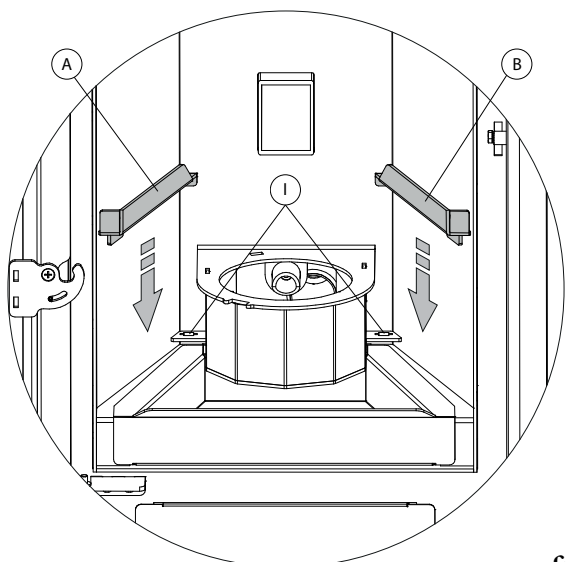
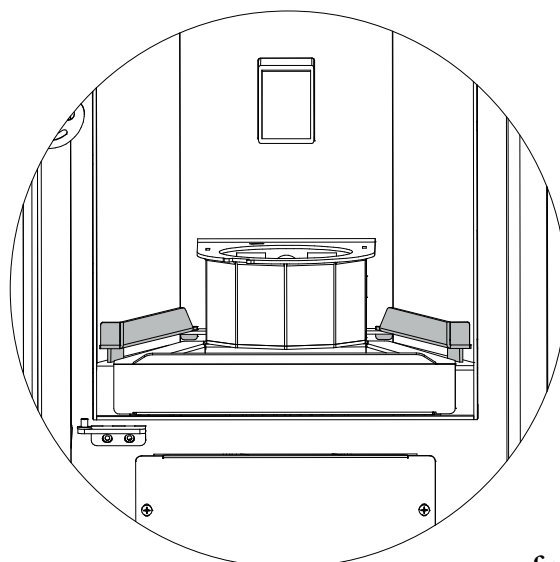

fig. 5.4.3
fig. 5.4.4
- Inserire i due supporti A e B avendo cura che le due lame presenti nella parte posteriore dei supporti vengano inserite nelle apposite feritoie I predisposte all'interno della camera di combustione (Fig. 5.4.3 - Fig. 5.4.4)